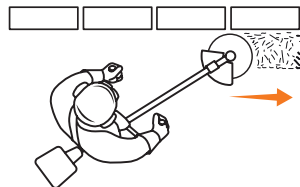

Рис. 17
- При кошении вдоль ограждений ведите косу катушкой вперед левой стороной к ограждению следите, чтобы леска не касалась ограждения (Рис. 17). Для исключения обрыва лески используйте режим работы с «перегазовкой» двигателя.